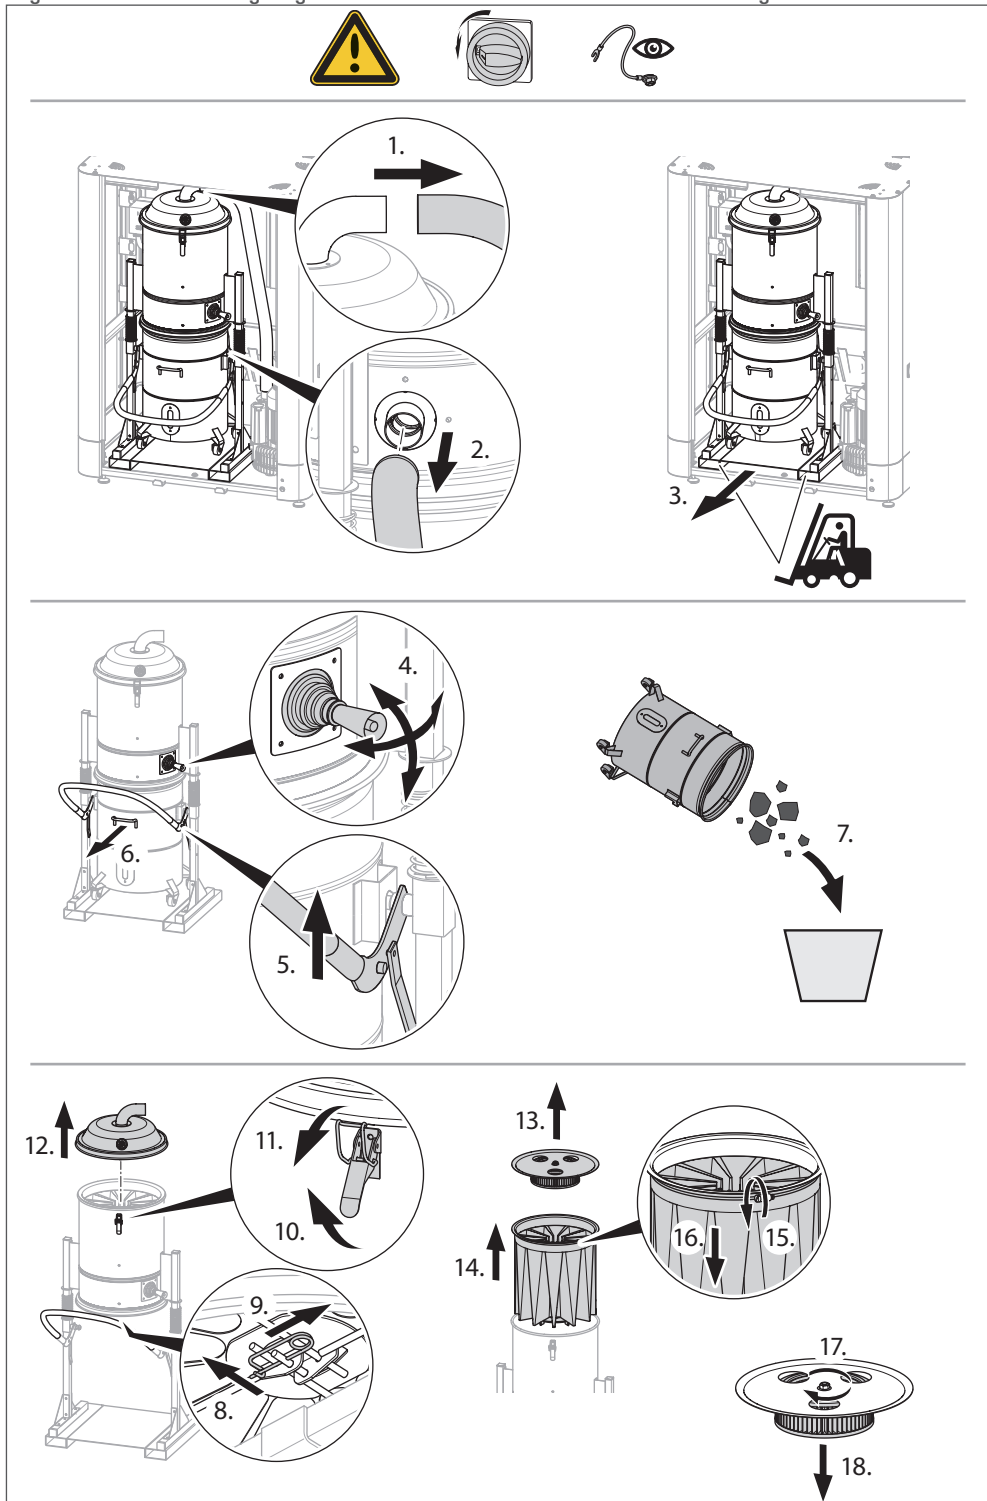

Abb. 62
- » Die Absauganlage aus dem Schrank entfernen, in einen separaten Raum bringen und den Auffangbehälter und alle Filter der Absauganlage ausbauen, wie in Abb. 62 auf Seite 57 beschrieben.